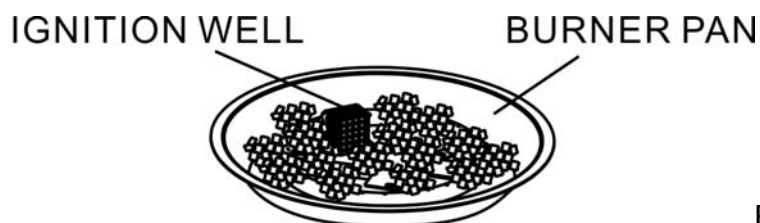

Figure 4
4. Versez TOUS les diffuseurs fournis (blocs de glace") dans le bac du brûleur. Le brûleur DOIT être complètement couvert pour que l'appareil fonctionne correctement et en toute sécurité. Enlevez tous les blocs de glace" au-dessus du puits d'allumage. Voir figure 4.